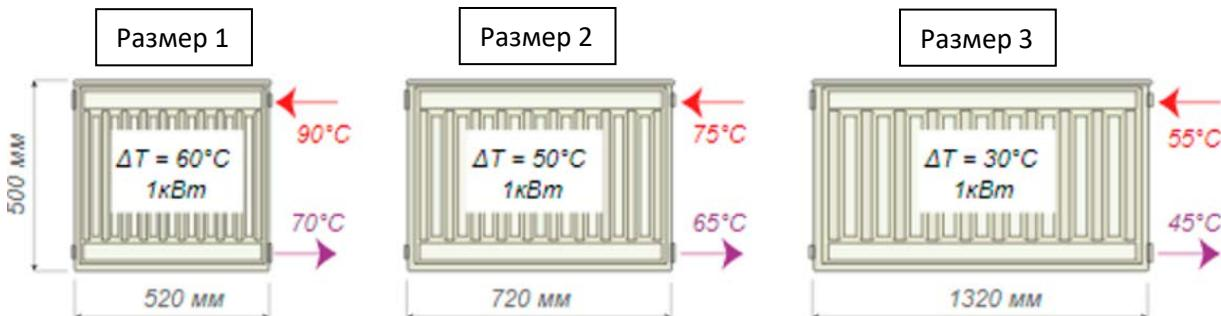

Рис. 1 Сравнение размера радиатора при разных температурах теплоносителя, с условием обеспечения +21°C внутри помещения и наружной температуре воздуха -20°C.
3. Погрешность температуры, (+-7 градусов). Проектирование и расчет систем отопления в случае такой погрешности идет в сторону снижения температуры входящей воды. В итоге график выданный OSK в 2018 году (рис.1) имеет расчетную максимальную температуру теплоносителя **70 °C что говорит о снижении температуры входящей воды относительно проектной почти на 20 °C**